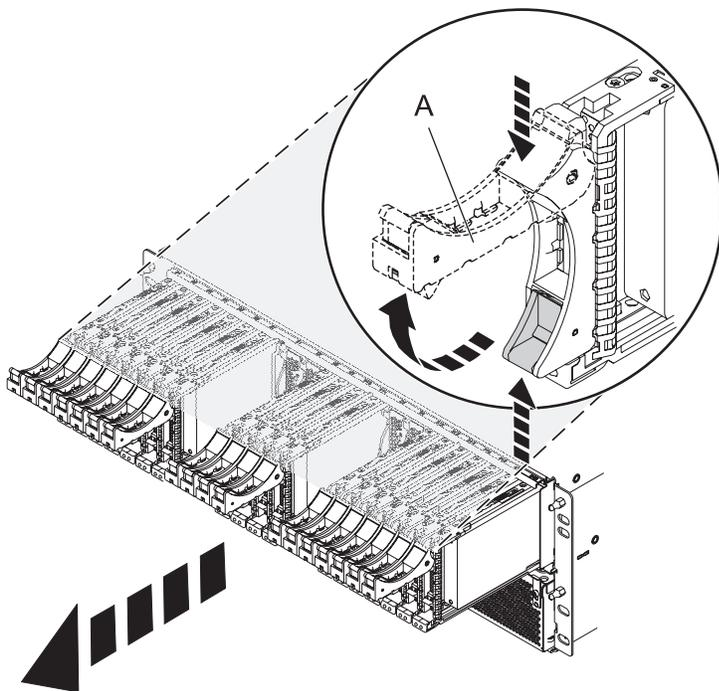

図 51. バックプレーンからのドライブの取り外し
4. 図 51 に示すように、ドライブおよびフィラーを取り外します。
- a. ドライブのラッチを握り、ハンドル (A) を手前に引いてドライブを解放します。